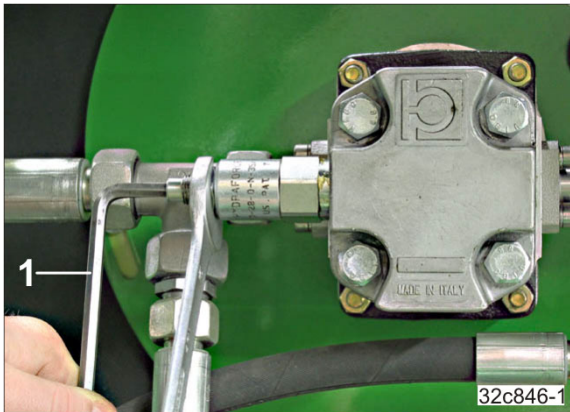

Fig. 157
1. Die Kontermutter (Fig. 157) lösen.
- 2.1. Die Schraube mit dem Innensechskant-Schlüssel (Fig. 157/1) entsprechend verdrehen.
2. Die Soll-Gebläsedrehzahl mit dem Innensechskant-Schlüssel (Fig. 157/1) am Druckbegrenzungsventil einstellen. Die maximale Gebläsedrehzahl von 4000 1/min. nicht überschreiten.